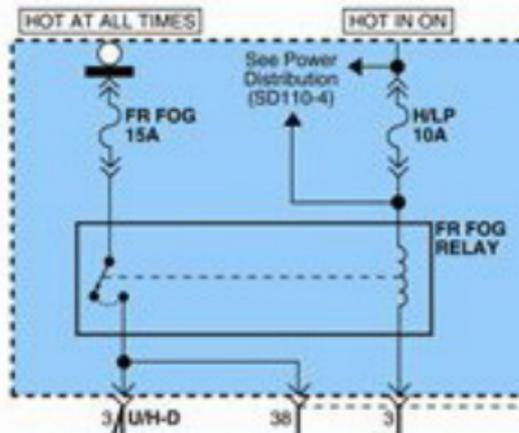

Рис. 5. Подключение реле с отдельными цепями силовых контактов и обмотки.
- в схемах автомобиля, где цепи управления обмоткой и силовых контактов разделены (см. Рис.5), можно использовать режим «внутреннего управления режимом ДХО – режим 7»: для фар БС-ПТФ - без дополнительных подключений и проводов, для фар ДС – с подключением к доп. разъему реле DRL-30-M-S (для выключения (блокирования) «режима ДХО» при включении фар БС/габаритов).